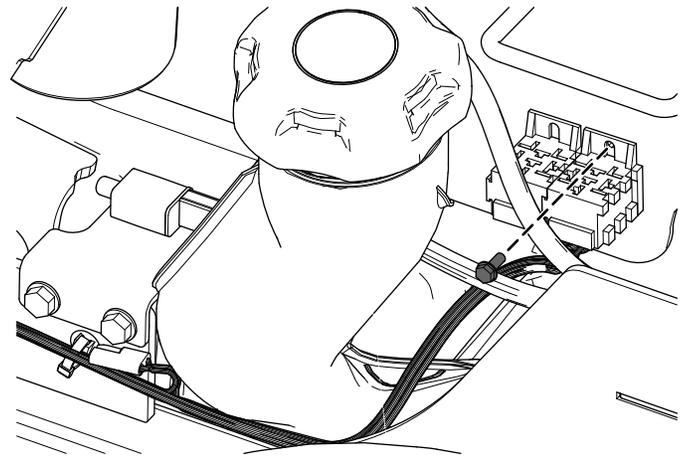

Figura 15
4. Sujete el arnés de cables cerca de los relés usando el tornillo autorroscante Taptite (Figura 15).